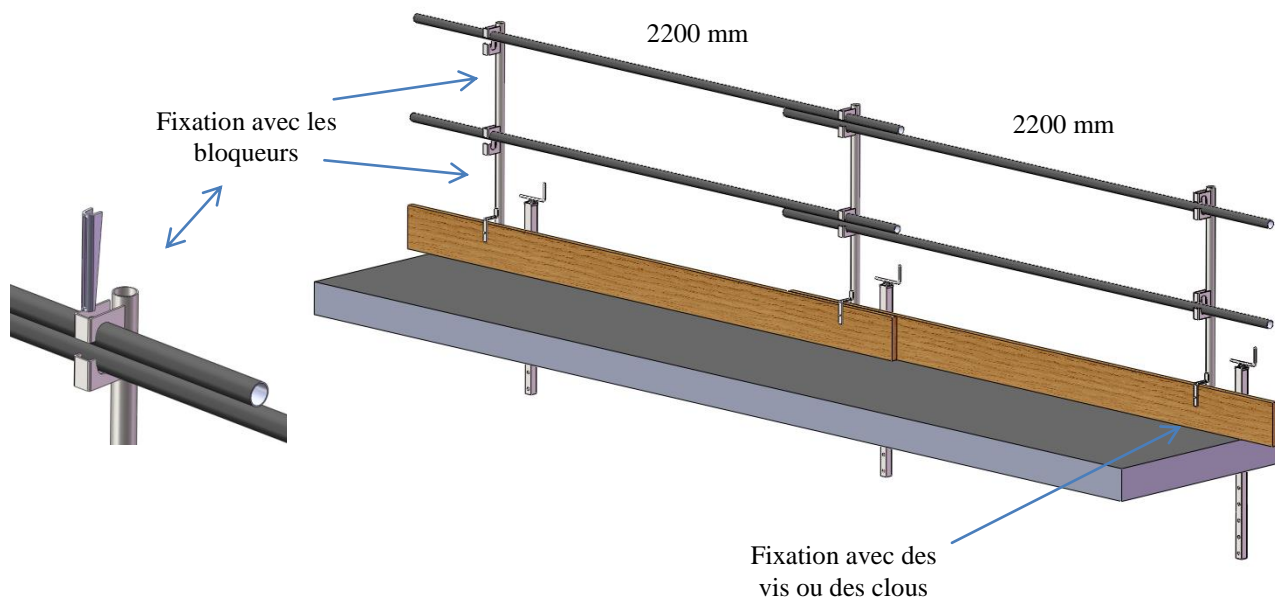

fig. 8
- Compléter l'assemblage du système de protection temporaire en insérant dans les supports appropriés les tubes et les planches en bois (classe C16, selon EN 338. Voir fig. 8, page 9), ou des profilés métalliques capables de supporter les charges requises par la norme EN 13374.
- Les tubes et la planche (fig. 8) ou le profil métallique utilisé, doivent être intacts sous l'aspect de résistance et leur longueur doit être au moins 400 mm plus long que deux travées (exemple: 2200 mm + 2200 mm + 200 mm + 200 mm = 4800 mm).